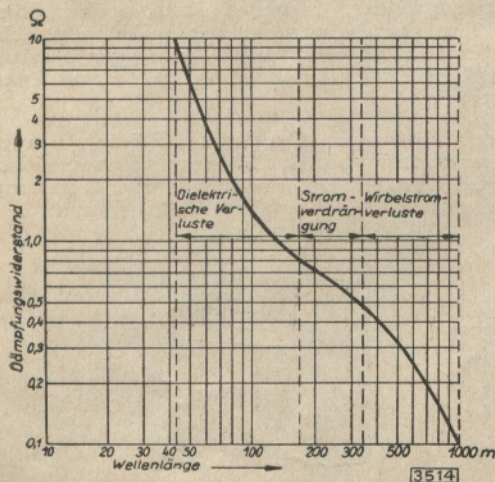

Abb. 7
F. R. Benz bringt in der Zeitschrift für Hochfrequenz-Technik 1930, II, Seite 41 die Abb. 7, die die Anteile